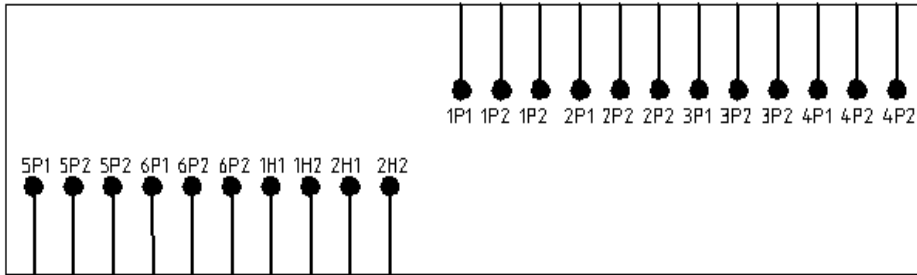
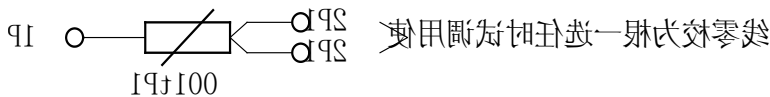

图 5 出线盒内附件接线图
图 6 PT100 接线图
3.6.2.1 轴承与绕组测温元件为 PT100 铂热电阻,采用三线制,分别引入出线盒内,如图 5 所示。测温元件引出线标记为 P, P 之前数字相同者为同一元件,其中主极 2 只,用 1P、2P 表示;向极 2 只,用 3P、4P 表示;前后轴承各 1 只,用 5P、6P 表示。例如:1P1, 1P2, 1P2……6P1, 6P2, 6P2。对于绕组测温元件,当电机按 B 级考核时,建议绕组报警温度为 120° C,当电机按 F 级考核时,建议绕组报警温度为 140° C。轴承测温元件报警温度建议滚动轴承设置为 85° C,滑动轴承设置为 70° C。接线图如图 6 所示: